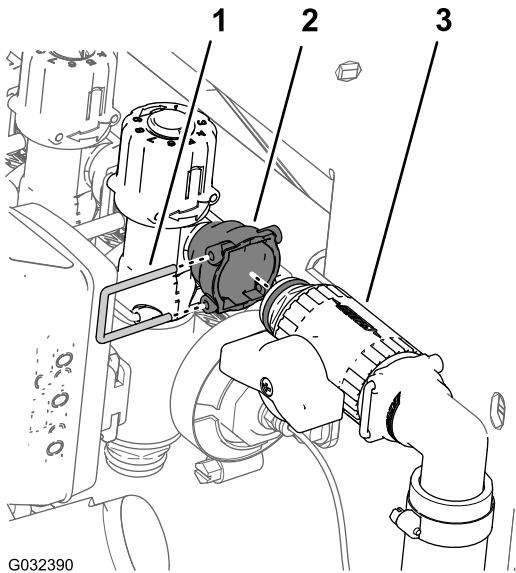

Figura 53
- Retire la horquilla de retención que sujeta la válvula de cierre al acoplamiento del lado exterior de la válvula de desvío de la válvula de sección del brazo derecho, y separe las válvulas (Figura 53).